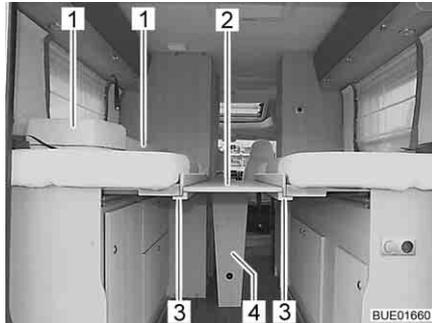
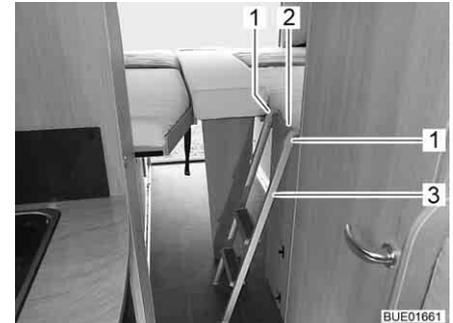

Fig. 85 Allargamento letto, appoggiato
Fig. 86 Scaletta di accesso
- Dispiegare il puntello (Fig. 85,4) dell'allargamento letto (Fig. 85,2).
- Posare l'allargamento letto sui due appoggi (Fig. 85,3) del telaio portamaterasso in modo che lo spigolo posteriore dell'allargamento letto sia allineato con l'estremità del telaio portamaterasso (Fig. 85).
- Posizionare due cuscini aggiuntivi (Fig. 85,1) sull'allargamento letto (Fig. 86).
- Agganciare la scaletta di accesso (Fig. 86,3) con le due staffe (Fig. 86,1) nella barra (Fig. 86,2) al telaio portamaterasso.